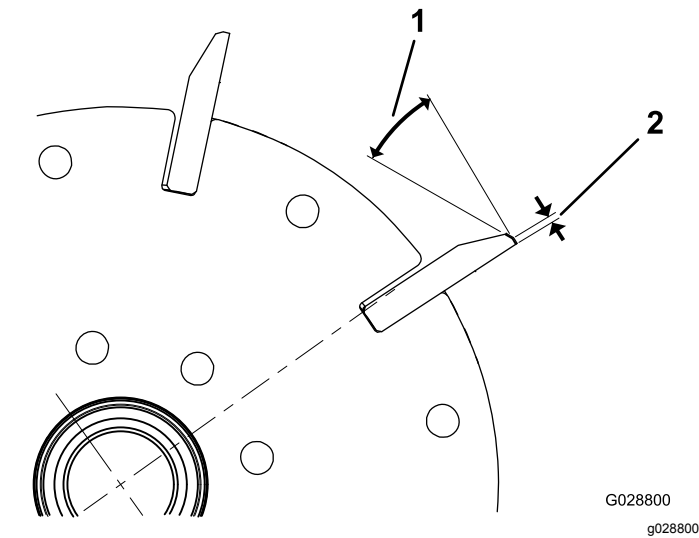

Figura 23
1. Afile todas las cuchillas con un rebajo de 30° hasta que la anchura de la superficie de incidencia sea de 1,3 mm (Figura 23).